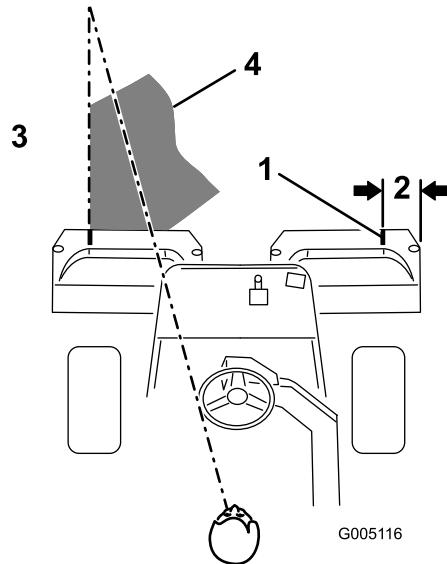

Figure 25
5. **Remarque:** Pour vous aider à traverser le green en ligne droite et à maintenir la machine à égale distance du bord de la passe précédente, établissez une ligne de vision imaginaire à environ 1,8 à 3 m en avant de la machine jusqu'au bord de la partie non coupée du green (Figure 25). Certaines personnes trouvent utile de faire passer la ligne de vision par le bord extérieur du volant, c.-à-d. de maintenir le bord du volant aligné sur un point se trouvant toujours à la même distance par rapport à l'avant de la machine.